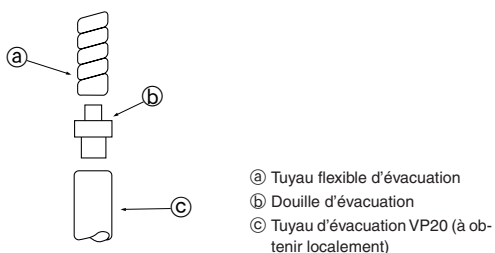
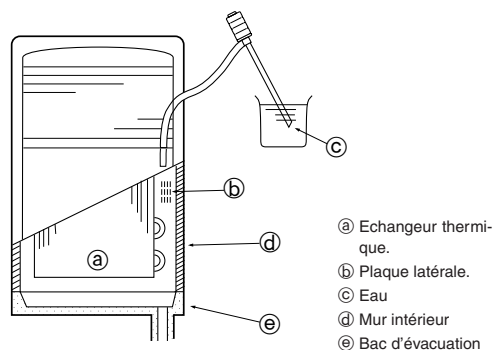

Fig. 5-1
Fig. 5-2
5.1. Installation des tuyaux d'évacuation. (Fig. 5-1)
- Lors de la connexion au VP20, utiliser la douille d'évacuation ⑤. Attacher fermement la douille au tuyau avec un adhésif du type chlorure de vinyle pour éviter toute fuite.
5.2. Vérification de l'évacuation (Fig. 5-2)